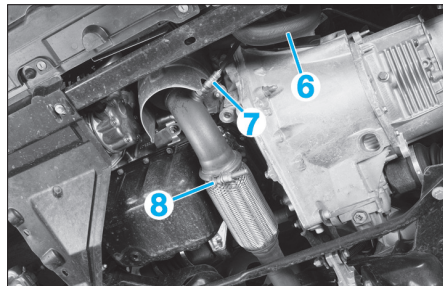

Fig. 47
- Dévisser les colliers des manchons (2) d'entrée et de sortie de l'échangeur de suralimentation.
- le résonateur (3) de sortie du turbocompresseur,
- l'ensemble résonateur et conduit d'arrivée d'air (4),
- le verrouillage de capot (5).
- Désaccoupler la durit inférieure (6) du radiateur (Fig.47).